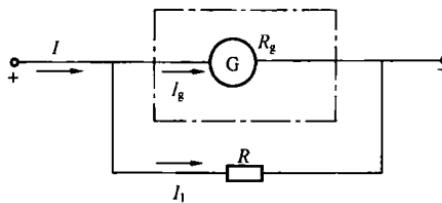

图 1-8 [例 1-2] 图
**解** 表头指针偏转到满刻度时它所能测量的最大电流是  $I_g = 100\mu A$ ，现在要用它来测量最大为 1A 的电流，则分流电阻  $R$  必须分担  $I_1$  的电流，如图 1-8 所示，则